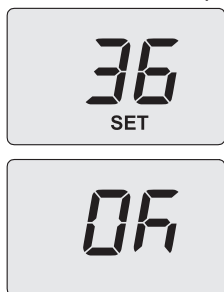

Figura 5.43
- Utilizzando i tasti 11 o 12 è possibile modificare il valore del parametro 10 da **00=0s** a **100=500** (ogni aumento o diminuzione di una unità sul display corrisponde a 5 secondi). Es. 36=180 secondi. Sul display compare la scritta "**SET**" (Figura 5.43).
- Premendo il tasto 13 (Figura 5.40) si ottiene la conferma del valore inserito. Sul display appare per 3 sec. la scritta "**Ok**" (Figura 5.43), per poi visualizzare la lista dei parametri.